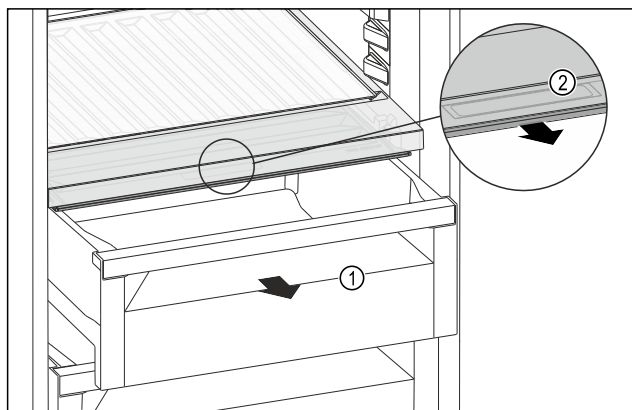

Fig. 116
- ▶ 拉出抽屉 Fig. 116 (1)。
- ▶ 抓住抽屉盖上的内嵌式拉手 Fig. 116 (2)，并同时向前拉出抽屉盖。